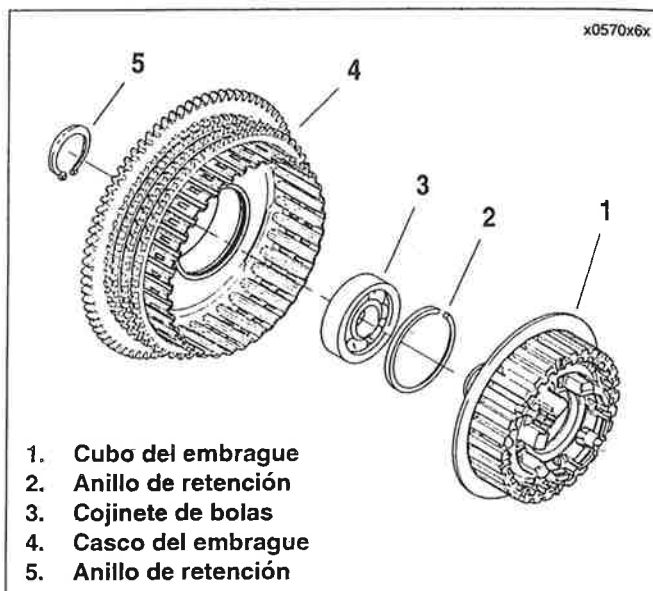

Figura 6-16. Conjunto del cubo y casco del embrague
2. Vea la Figura 6-16. Si se desarmó el cubo del embrague (1) y el casco del embrague (4), inserte el cojinete de bola **nuevo** (3) en el casco del embrague; asegure el cojinete con un anillo de retención **nuevo** (2). Empuje el extremo interior del cubo del embrague dentro del cojinete del casco del embrague y asegúrelo con el anillo de retención **nuevo** (5) en el extremo del cubo.